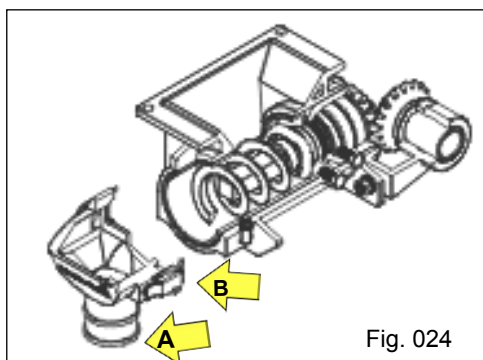

Fig. 024
- Desmonte o boca "A", através do engate rápido "B" (Fig. 024).